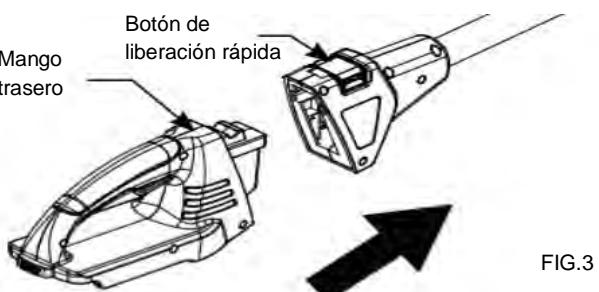

FIG. 3
3. Inserte el mango trasero en el extremo del mango telescopico. (Fig. 3) Presione el botón de liberación rápida. Cerciórese de que el botón de liberación encaje con firmeza para asegurar correctamente el mango.